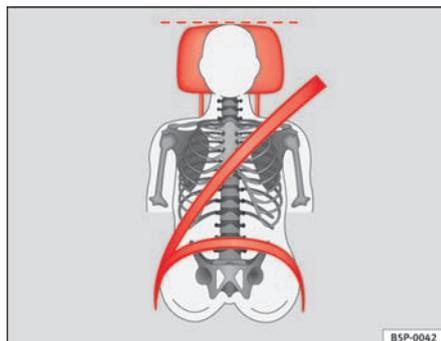
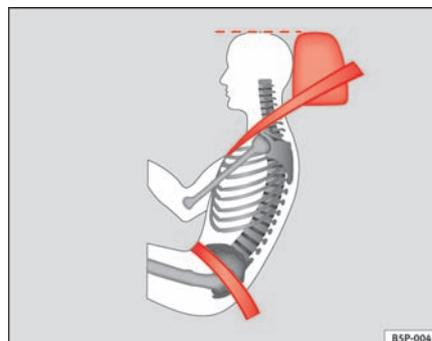

Fig. 71 Visto de frente: apoyacabezas y cinturón ajustados correctamente
Fig. 72 Visto de lado: apoyacabezas y cinturón ajustados correctamente
- Ajuste el apoyacabezas de modo que el borde superior del mismo quede a la misma altura que la parte superior de la cabeza, como mínimo a la altura de los ojos. ⇒ fig. 71 y ⇒ fig. 72.